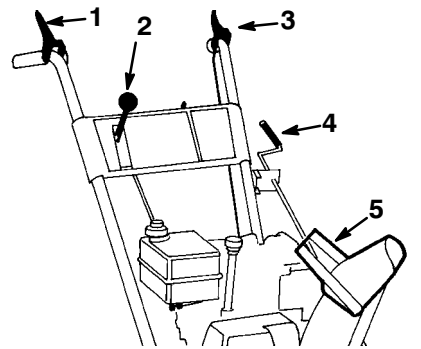

Figure 3
- **Commande de tarière/roue hélice** (Fig. 3)—Pour embrayer la tarière et la roue hélice, serrez la manette contre la poignée de droite du mancheron de droite. Pour les débrayer, lâchez la manette.
- **Levier de changement de vitesse** (Fig. 3)—Cette commande offre cinq vitesses : deux vitesses de marche arrière et trois vitesses de marche avant. Pour changer de vitesse, placez le levier dans la position souhaitée. Le levier s'engage dans un cran pour chaque vitesse choisie. Le changement de vitesse peut être dur lorsque la machine doit fournir de gros efforts.
- **Commande de traction** (Fig. 3)—Pour embrayer la traction (entraînement des roues), serrez la manette contre la poignée du mancheron de gauche. Pour arrêter la traction, lâchez la manette.
- **Commande d'orientation de l'éjecteur** (Fig. 3)—Tournez la commande d'orientation dans le sens des aiguilles d'une montre pour déplacer l'éjecteur vers la gauche, ou en sens contraire pour le déplacer vers la droite.
- **Poignée du déflecteur** (Fig. 3)—Déplacez la poignée du déflecteur vers l'avant pour rejeter la neige plus bas ou vers l'arrière pour la rejeter plus haut.
2. Vérifiez si la manette de commande de tarière/roue à hélice et la manette de commande de traction sont bien *débrayées* (Fig. 3).
9. Sélectionnez la première (Fig. 3), serrez la manette de commande de traction contre la poignée, puis relâchez-la. Si la déneigeuse se met à avancer avant que vous ayez engagé la manette de commande ou après que vous l'avez relâchée, reportez-vous à la rubrique *Réglage de l'entraînement de traction*, page 16.
4. Relâchez les manettes de commande de traction et de tarière/roue hélice (Fig. 3).